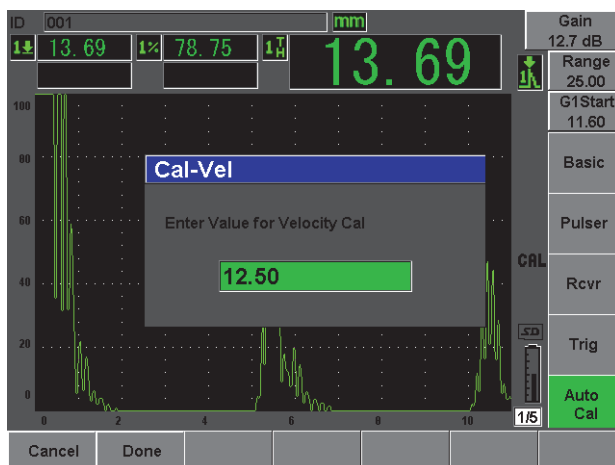

Рис. 2-16 Значение Velocity Cal (Калибровка скорости)
14. При помощи ручки прокрутки или курсорных клавиш настройте отображенное значение на нужную толщину. В данном примере преобразователь помещен на ступень толщиной 12,5 мм (см. Рис. 2-16 на стр. 47).